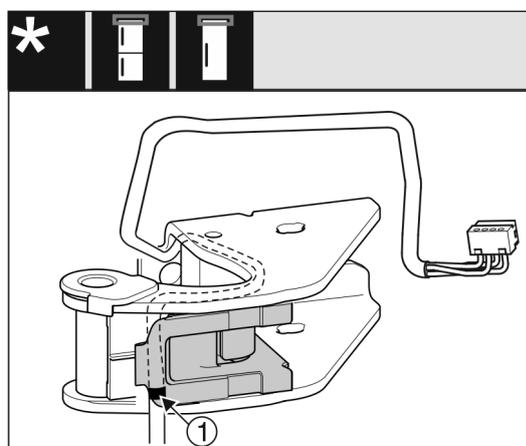

Fig. 28
- ▶ Srednja oznaka treba pritom biti na rubu držača kabela Fig. 28 (1).